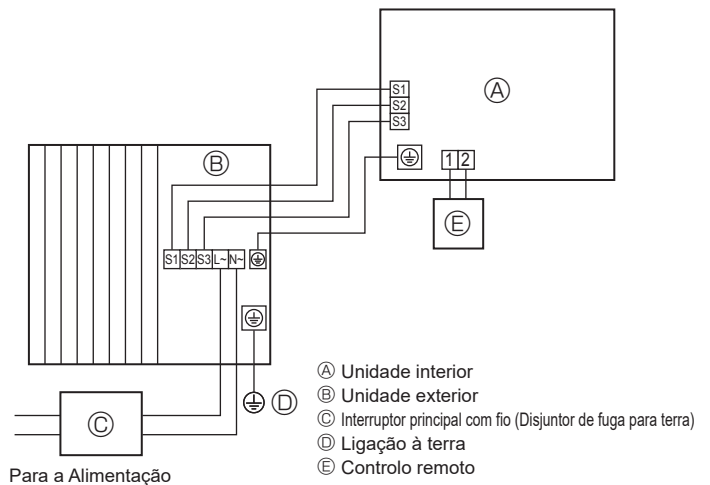
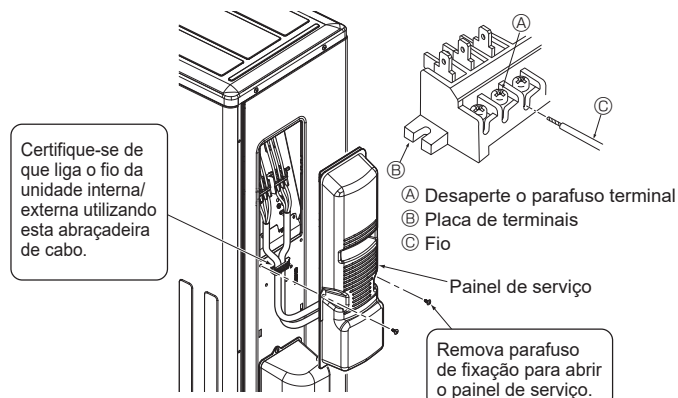

Fig. 6-1
Fig. 6-3
6.1. Unidade exterior (Fig. 6-1, Fig. 6-2, Fig. 6-3)
- ① Retire o painel de serviço.
- ② Ligue os cabos referentes à Fig. 6-1, Fig. 6-2 e Fig. 6-3.